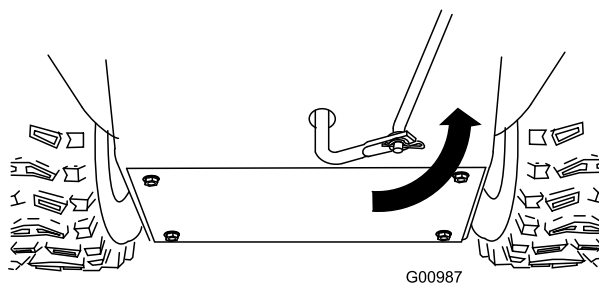

Bild 7
5. Drehen Sie den unteren Gestängearm ganz nach oben (nach links) (Bild 7).